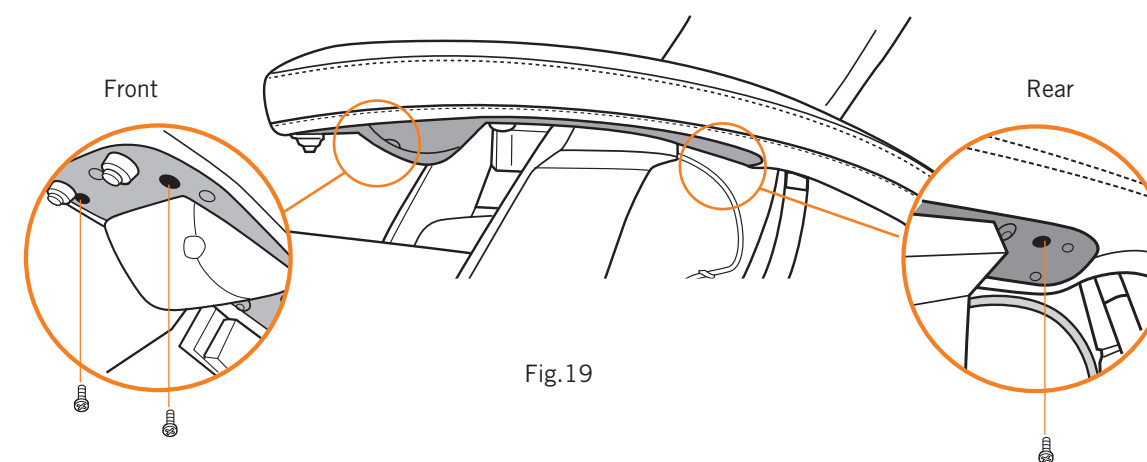

Fig.19
7. Tout en appuyant sur le protège-accoudoir, fixez-le en utilisant le tournevis à tête cruciforme et trois vis fournies (Fig.19).